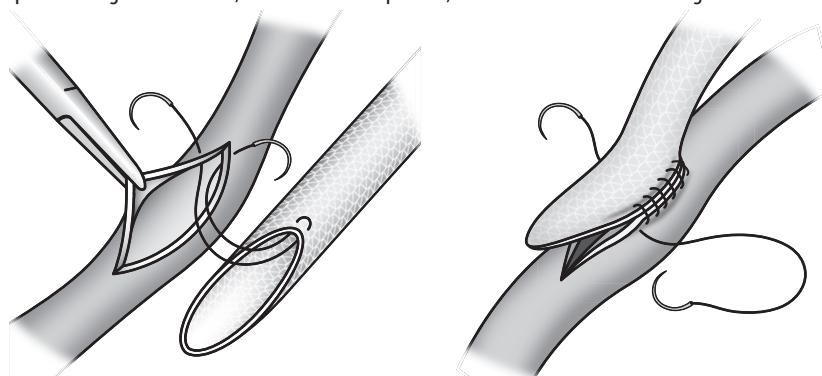

Fig. 5
2. O material de sutura preferido é o polipropileno monofilamentar. Durante a sutura revirar os bordos da prótese e garantir que toda a espessura da parede e um olhal da malha são incluídos em cada ponto. Fig. 5. Recomenda-se a utilização exclusiva de agulhas não cortantes durante a sutura.